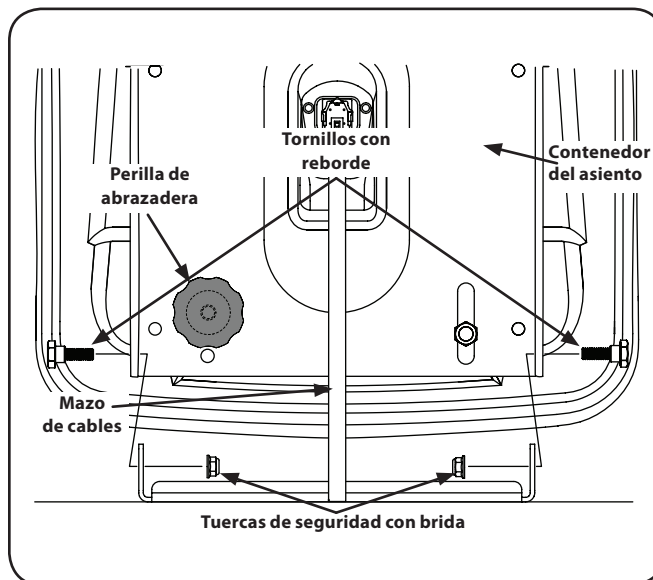

Figure 3-2
2. Quite los dos tornillos con reborde y las tuercas de seguridad con brida del contenedor del asiento tal como se muestra en la Fig. 3-2.